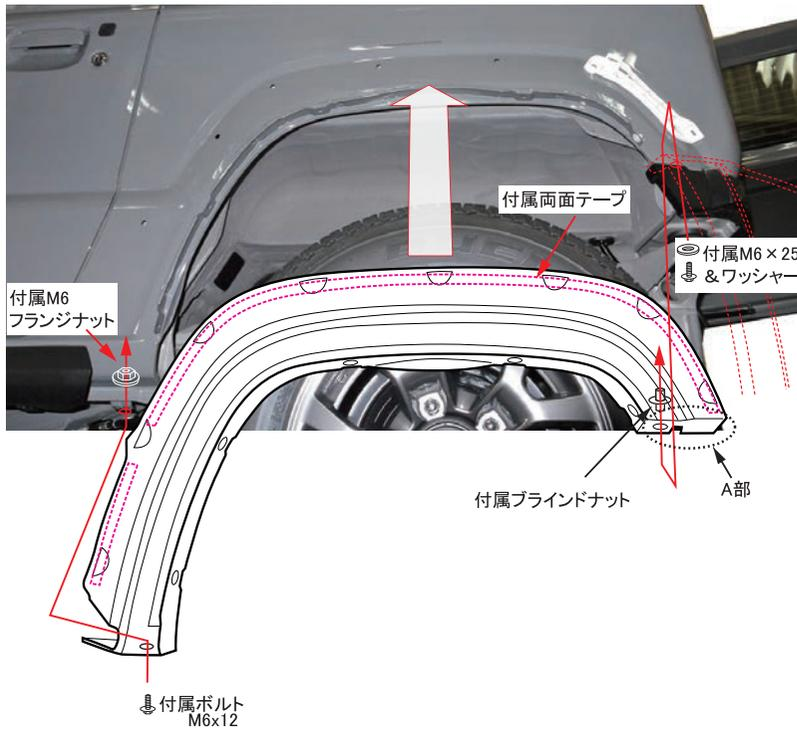

図1 リアオーバーフェンダー付属パーツ
- 6) 図1を参考にWALDリアバンパーにリアオーバーフェンダー付属パーツを仮止めして下さい。